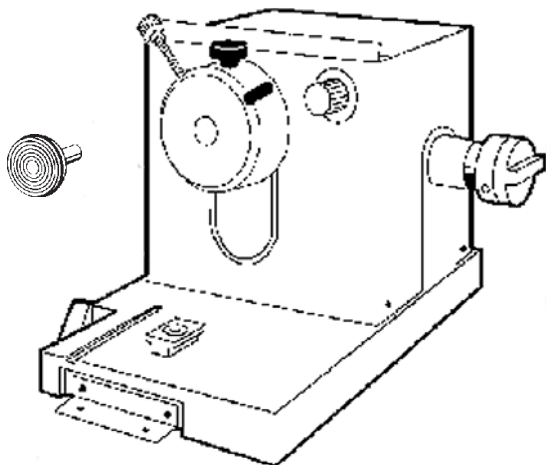

Fig. 18
- Aktiver Peltier-elementet (4) hvis dette er tilgjengelig - det kan ta opptil 40 sekunder inntil maksimal kjøleeffekt er oppnådd.
- Når prøven er fryst, sett prøveplaten inn i prøvehodet (fig. 18) og start snitting.
- Fest støtten (1) til varmeavledningsblokken (2) ved å stramme de to skruene i de gjengete hullene på den venstre sideveggen på kryokammeret og sett inn varmeavledningsblokken.
- Når prøven er fryst, skal varmeavledningsblokken plasseres på parkeringsstasjonen (3).